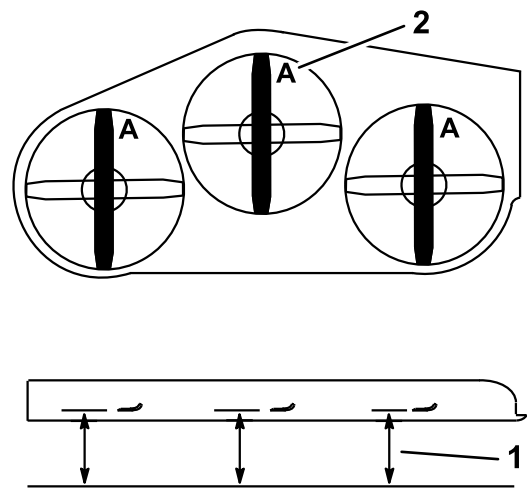

Bild 75
3. Drehen Sie die Schnittmesser, bis die Enden nach vorne und hinten gerichtet sind (Bild 75). Messen Sie von einer ebenen Fläche bis zu den Schnittkante (Position A) der Messer (Bild 75). Notieren Sie diesen Wert.